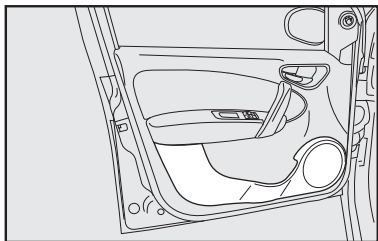

fig. 71
- painéis de portas **fig. 71**;